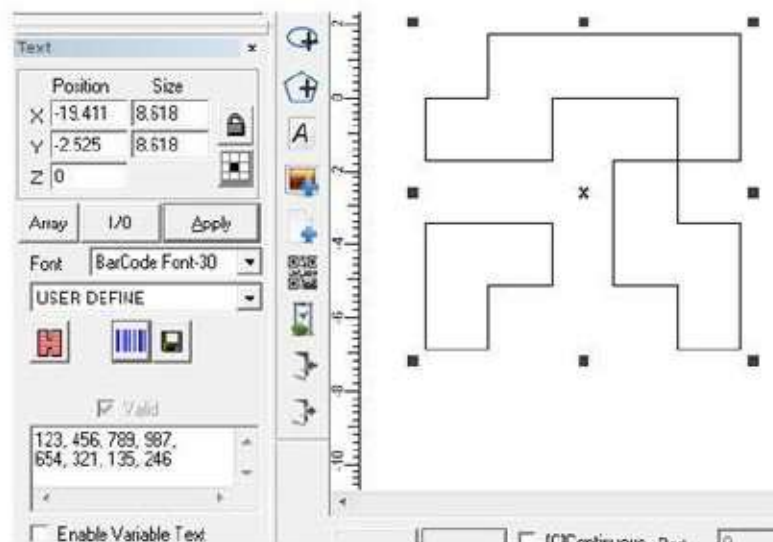

Figure 4-37 Code défini par l'utilisateur
- User define : Le numéro de série est défini en fonction d'un utilisateur spécifié par le système. Voir la figure 4-37